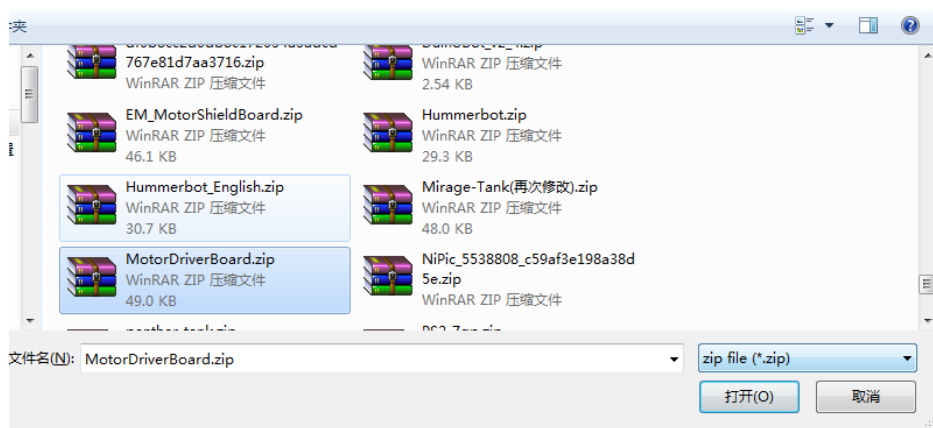

图 2-3
- 4) 文件类型选择“Zip. file”, 然后选择” MotorDriverBoard.zip”, 点击“打开”, 如图 2-3 所示;